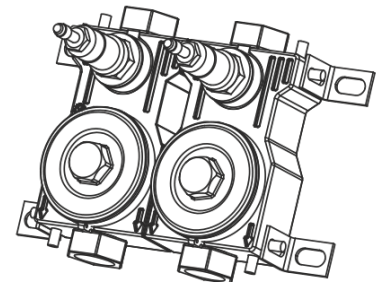

Abb. 3 Befestigungsmöglichkeiten
- 1.3. Die Winkelhalterungen ermöglichen unterschiedliche Befestigungen (Abb. 3).